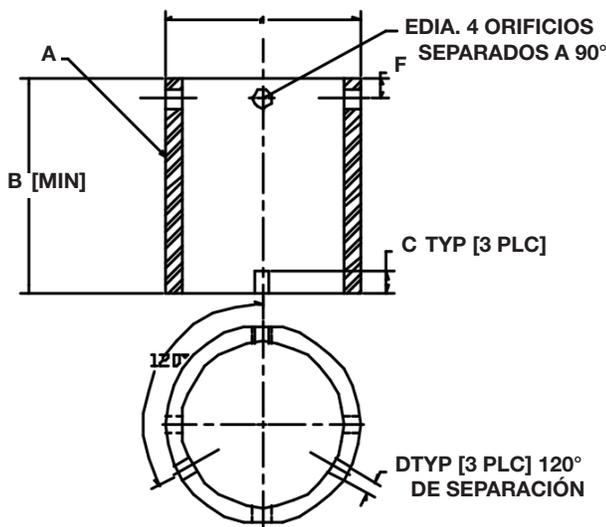
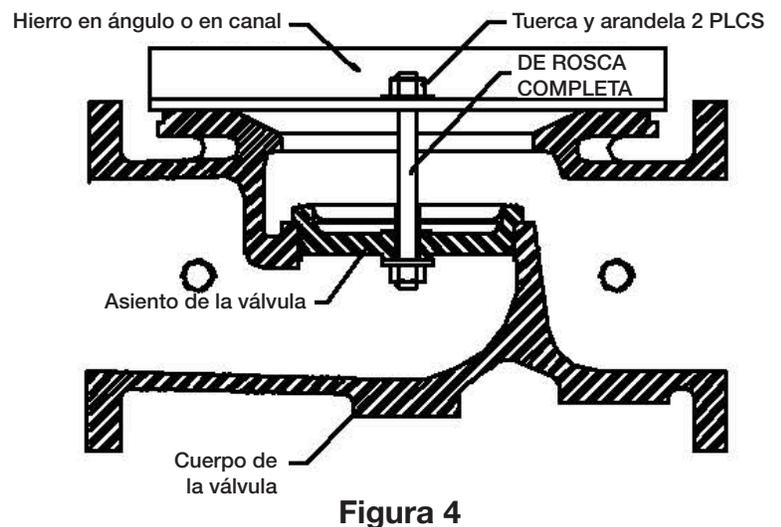

Figura 3
Figura 4
7. Inspeccione el asiento de la válvula. Si el asiento no está dañado, no es necesario retirarlo. Los asientos de válvula de 6" (15.24 cm) o más pequeños se enroscan en el cuerpo de la válvula y requieren una herramienta de extracción del asiento (Figura 3). (La Tabla 1 detalla las dimensiones de la herramienta para la extracción de asiento). Los asientos de válvula de 8" (20.32 cm) y mayores se sujetan al cuerpo de la válvula con tornillos de cabeza de acero inoxidable. Retire los tornillos de sujeción del asiento y levante el asiento en línea recta (Figura 4).